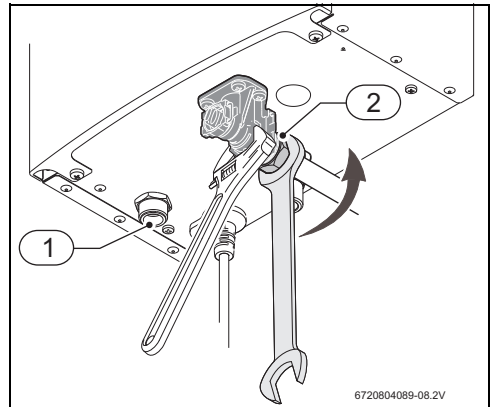

Fig. 15 Conexión de agua
- ▶ Cuando apretar la conexión de agua fría, fijar el módulo de agua conforme indicado en la Fig. 15.